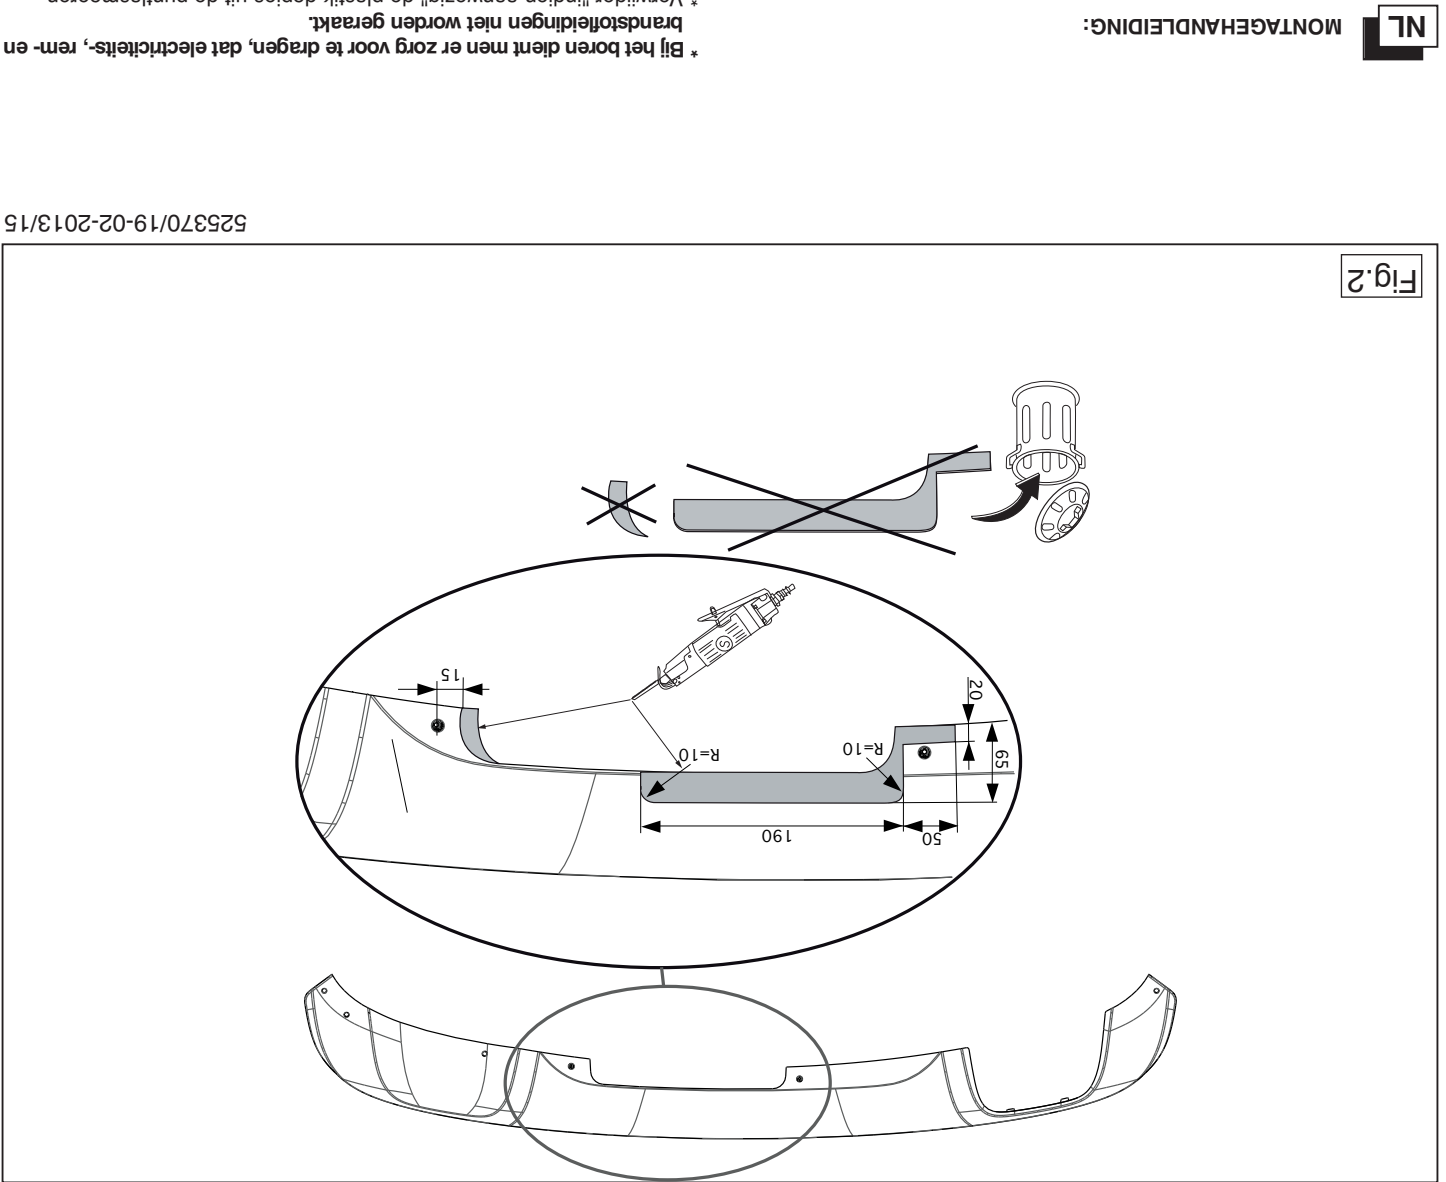

Fig.2
11. Saw a portion out of the cover plate as shown in figure 2.
11. Gemäß Abb. 2 einen Teil aus der Abdeckplatte heraussägen.